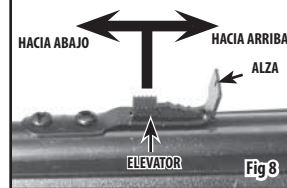

Fig 8
- El alza puede ajustarse para disparar más alto o más bajo (elevación). Mueva el elevador del alza hacia atrás para que el perdigón impacte más alto en el blanco. Mueva el elevador del alza hacia adelante para que el perdigón impacte más bajo en el blanco. Al mover el elevador, levante levemente el alza y vuelva a ubicarlo en la muesca deseadada en el elevador. (Fig. 8)